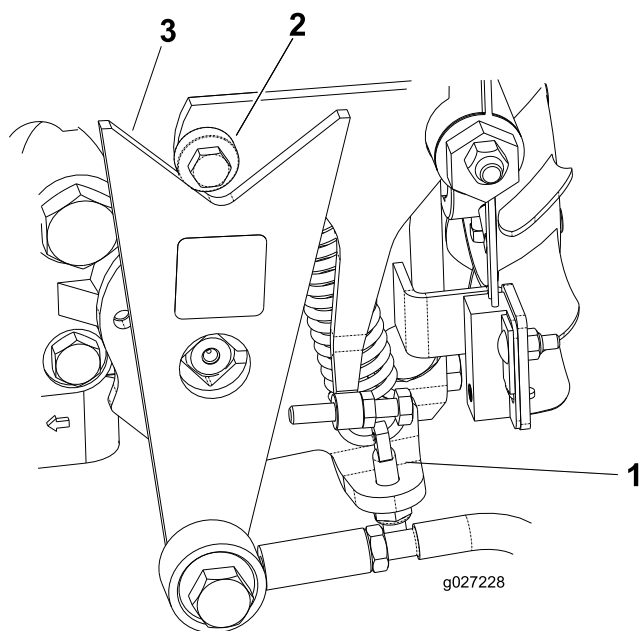

図 43
- 回転方向が正しければ、エンジンを停止し、スプリング調整ピンのロックナットの調整を行う(図 43)。走行系統のニュートラル調整を行う 走行ドライブのニュートラル調整 \(ページ 30\)を参照。